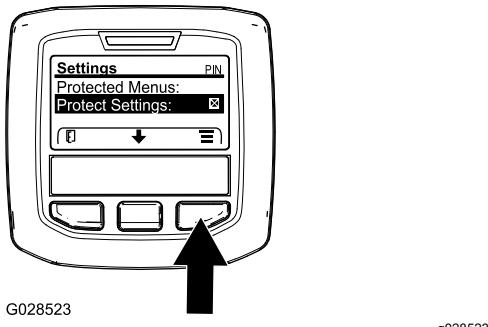

Figure 47
1. Dans le MENU PRINCIPAL, appuyez sur le bouton central pour naviguer jusqu'au menu RÉGLAGES, puis appuyez sur le bouton droit (Figure 47).